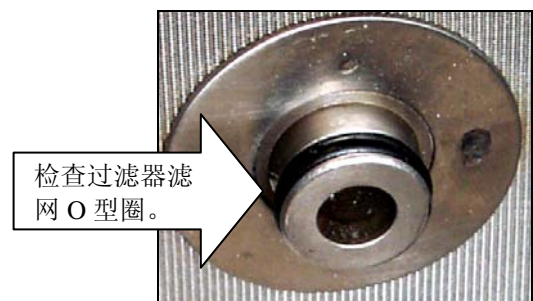

图 6
2. 检查 Magnasol 过滤器组件底部的连接装置，以确保存在 O 型圈且其状态良好。（参见图 6）